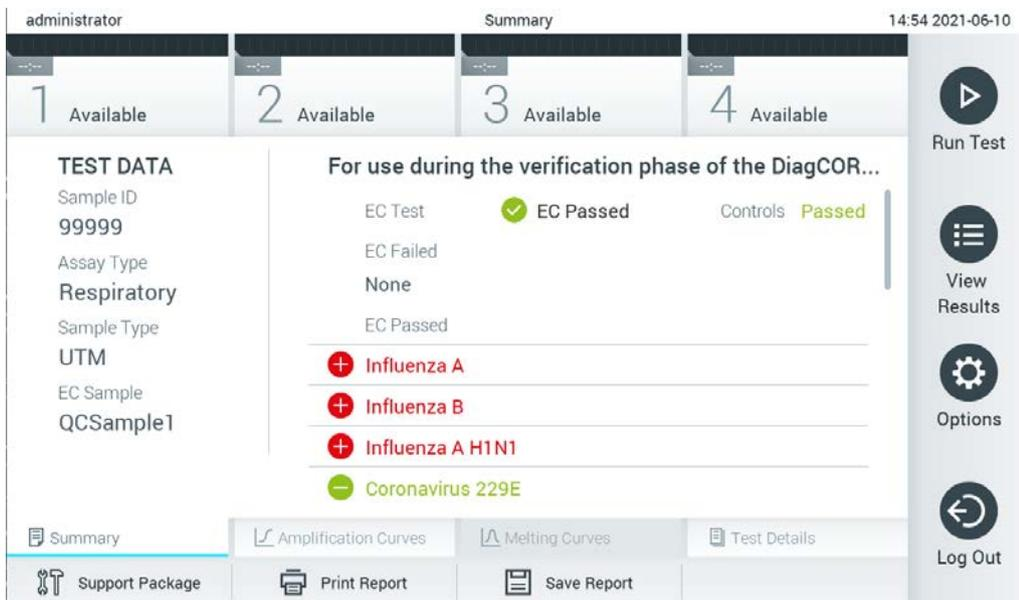

Figura 96. Schermata EC Results Summary (Riepilogo risultati EC).
12. Dopo l'espulsione della cartuccia d'esame QIAstat-Dx, comparirà la schermata Summary (Riepilogo) (Figura 96). Per ulteriori dettagli, consultare la sezione 8.3.